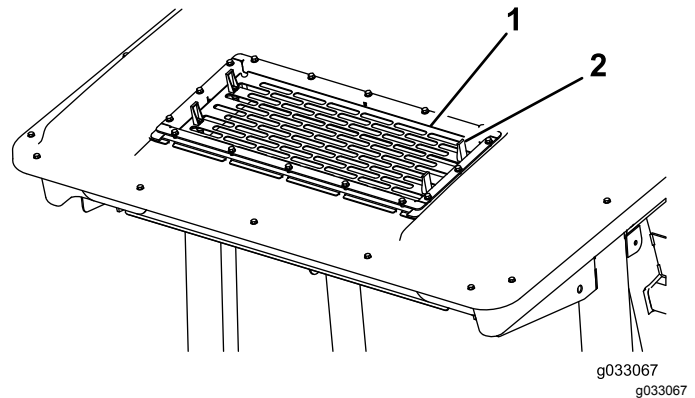

Bild 57
2. Heben Sie die vier Nasen am Klimaanlage-gitter (Bild 57) und nehmen das Gitter von der Oberseite der Kabine ab.